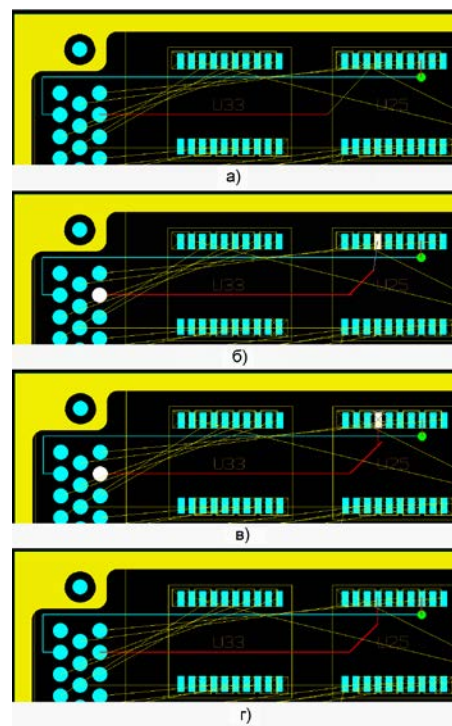

Рис. 9. Прокладка проводников под углом 45 градусов.
41. Проложим следующий сегмент вправо вверх под углом 45 градусов (рис. 9б) и зафиксируем его щелчком левой кнопкой мыши.
Последний сегмент цепи мы будем прокладывать вертикально вверх. При наведении на центр контактной площадки система покажет специальный значок в виде кружка с прицелом и автоматически предложит оптимальное положение оставшихся сегментов цепи (рис. 9в).
42. Выполним щелчок левой кнопкой мыши и завершим трассировку проводника (рис. 9г).